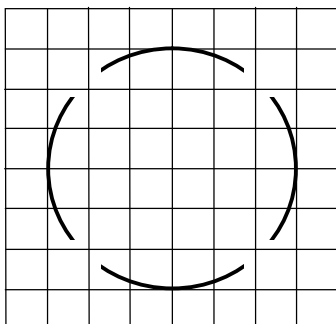

Рис. 5.
20. Определить частоту  $f$  исследуемого сигнала генератора, напряжением которого осуществляется круговая развертка. Напряжение генератора с образцовой частотой  $f_0 = 1000$  Гц подано на модулятор яркости ЭЛТ. Осциллограмма, полученная на экране ЭЛТ, представлена на рис. 5.